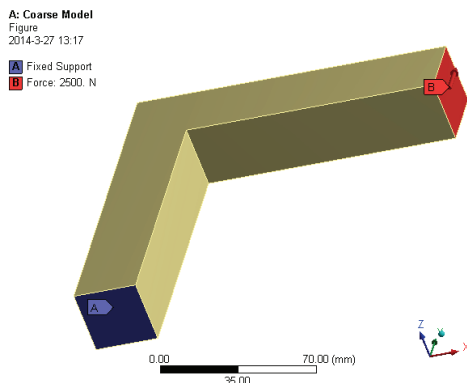

图 21-7 边界条件示意图
6) 选择 Mechanical 界面左侧 Outline 树结构图中的 Static Structural (A5) 选项, 查看以上设置得到的边界条件如图 21-7 所示。